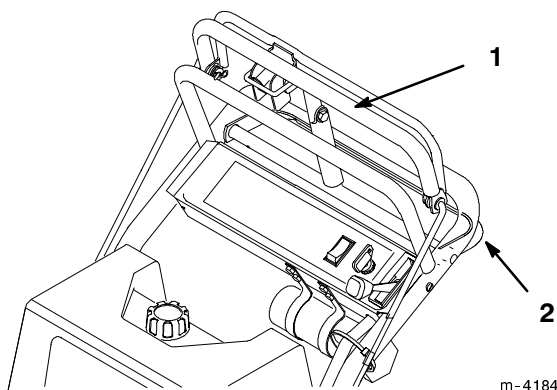

Figure 14
3. Pousser doucement sur la barre de commande supérieure pour avancer en marche avant (Fig. 14).
Pour aller tout droit, exercer une pression égale aux deux extrémités de la barre de commande supérieure (Fig. 14).
Pour tourner, relâcher la pression sur la barre de commande supérieure du côté opposé à la direction souhaitée (Fig. 14).
3. Serrer lentement la barre de commande inférieure contre le mancheron pour reculer en marche arrière (Fig. 14).
Pour aller tout droit, exercer une pression égale aux deux extrémités de la barre de commande inférieure (Fig. 14).
Pour tourner, relâcher la pression sur la barre de commande inférieure du côté où l'on veut tourner (Fig. 14).